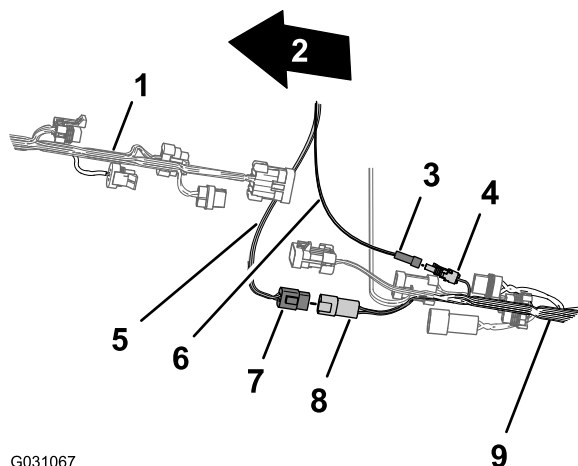

Рисунок 169
опрыскивателя в 4-гнездовой разъем заднего жгута проводов контура CAN 2 / контроллера опрыскивателя (Рисунок 169).
- Подсоедините 1-штыревой разъем жгута электропроводов к 1-гнездовому разъему заднего жгута проводов (Рисунок 169).